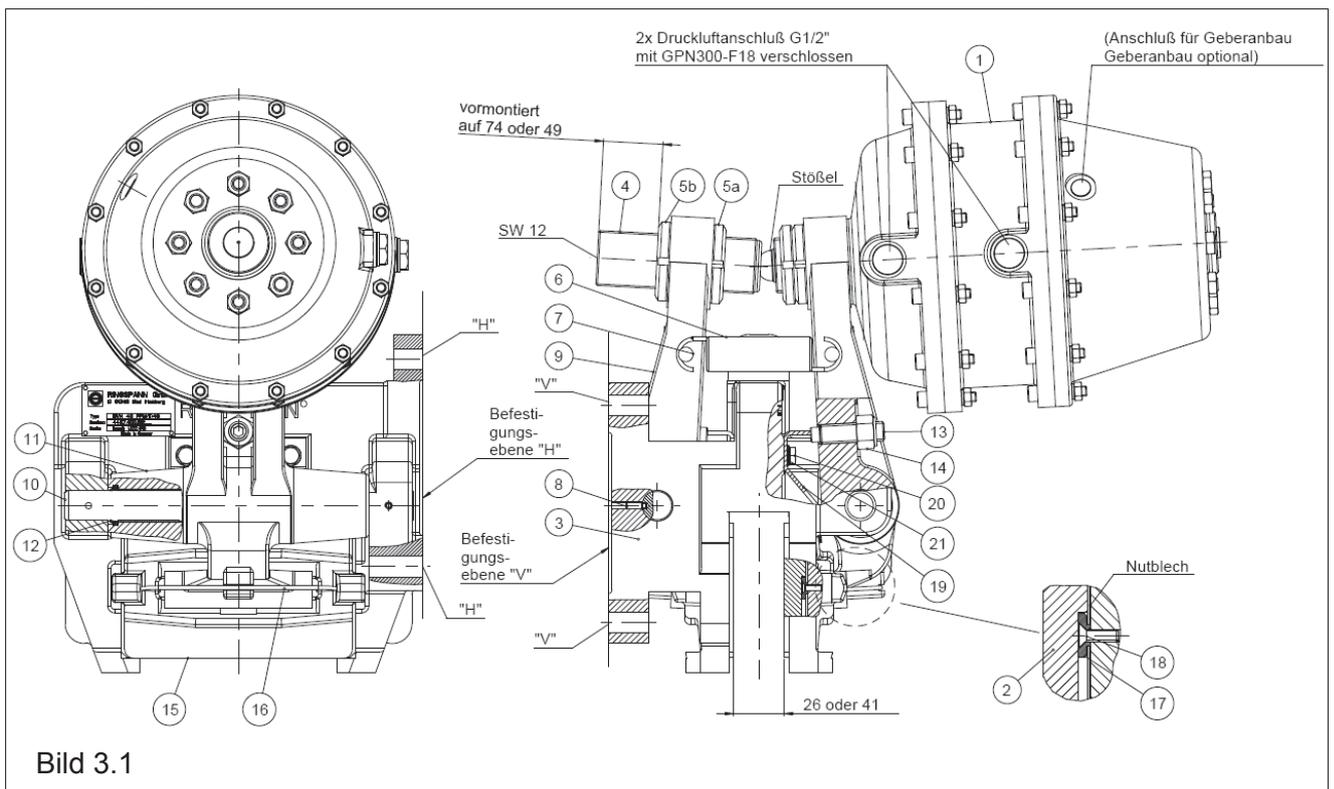

Bild 3.1
- die Ausführung DU 060 FPM, Feder-Druckzylinder rechts montiert wie in Bild 3.1 unter Absatz 3 gezeigt.
- Drehen Sie die beiden Gewindestifte M16 (Bild 3.1 Pos. 13) entgegen dem Uhrzeigersinn ca. 2 Umdrehungen zurück.
- Lösen Sie die Nutmutter (Bild 3.1, Pos. 5b) und drehen Sie diese zum Abstützbolzenende hin zurück.
- Stellen Sie mittels der Nutmutter (Bild 3.1, Pos. 5a) das Gesamtlüftspiel zwischen den Reibklötzen und der Bremsscheibe ein.
- Drehen Sie die Nutmutter (Bild 3.1, Pos. 5b) wieder bei und ziehen Sie beide Nutmuttern fest an.
Im Abstützbolzen (Bild 3.1, Pos. 4) befindet sich in der Stirnfläche ein Innensechskant SW 12. Über einen entspr. Innensechskantdreher kann der Abstützbolzen gehalten werden.
Mit Hilfe der Gewindestifte (Bild 3.1, Pos. 13) muß deshalb die Spaltluft beidseitig auf gleiche Spalte eingestellt werden:
- Benutzen Sie den Gewindestift (Bild 3.1, Pos. 13), der aufgrund des Kippmoments an dem Winkelblech (Bild 3.1, Pos. 19) anliegt
- Drehen Sie den gegenüberliegenden Gewindestift (Bild 3.1, Pos. 13) soweit, bis er gerade an dem Winkelblech (Bild 3.1, Pos. 19) anliegt.
Bei dieser Option liegt ein induktiver Näherungsschalter lose bei, und am Druckzylinder befindet sich eine entspr. Gewindebohrung (Bild 3.1, Geberanschluß).